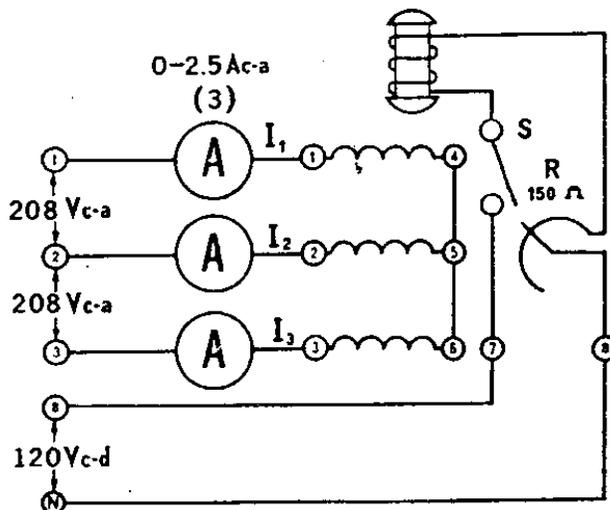

Figura 6-1.
1. Puesto que se requiere una velocidad constante de funcionamiento, se usará el motor síncrono para impulsar mecánicamente al generador de c-d. Conecte el circuito que se ilustra en la **Figura 6-1**, utilizando los **Módulos EMS de fuente de alimentación, medición de c-a y motor síncrono**.